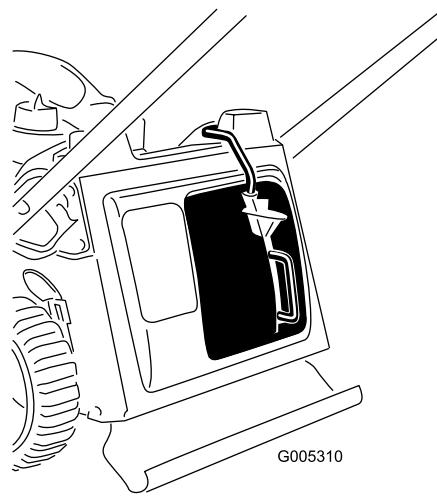

Figure 10
- Relâchez le bouton sur le levier et vérifiez que le haut du levier est bien au fond du logement du contacteur (Figure 10). **La machine ne pourra pas démarrer si le levier ne se trouve pas dans le logement du contacteur !**